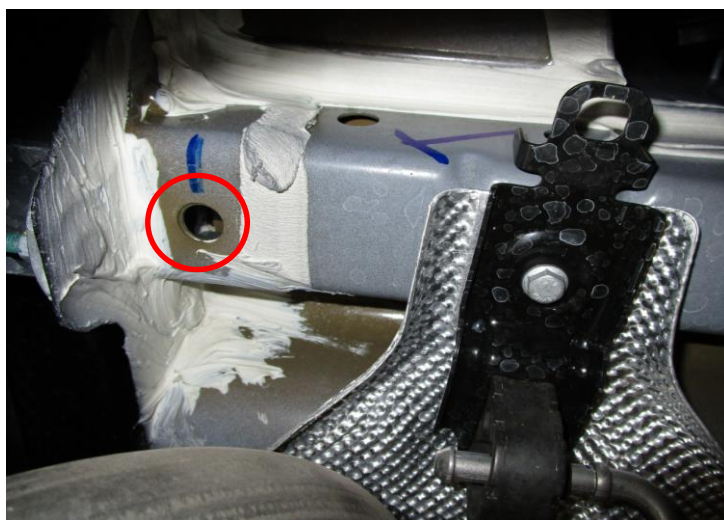

Figure 6
4. **Découper le panneau inférieur (seulement sur modèle Trailhawk 2018)** – Utiliser une meule à rectifier pour découper le panneau inférieur comme illustré à la **Figure 6**.
4. Découper le panneau inférieur (seulement sur modèle Trailhawk 2018) – Utiliser une meule à rectifier pour découper le panneau inférieur comme illustré à la **Figure 6**.